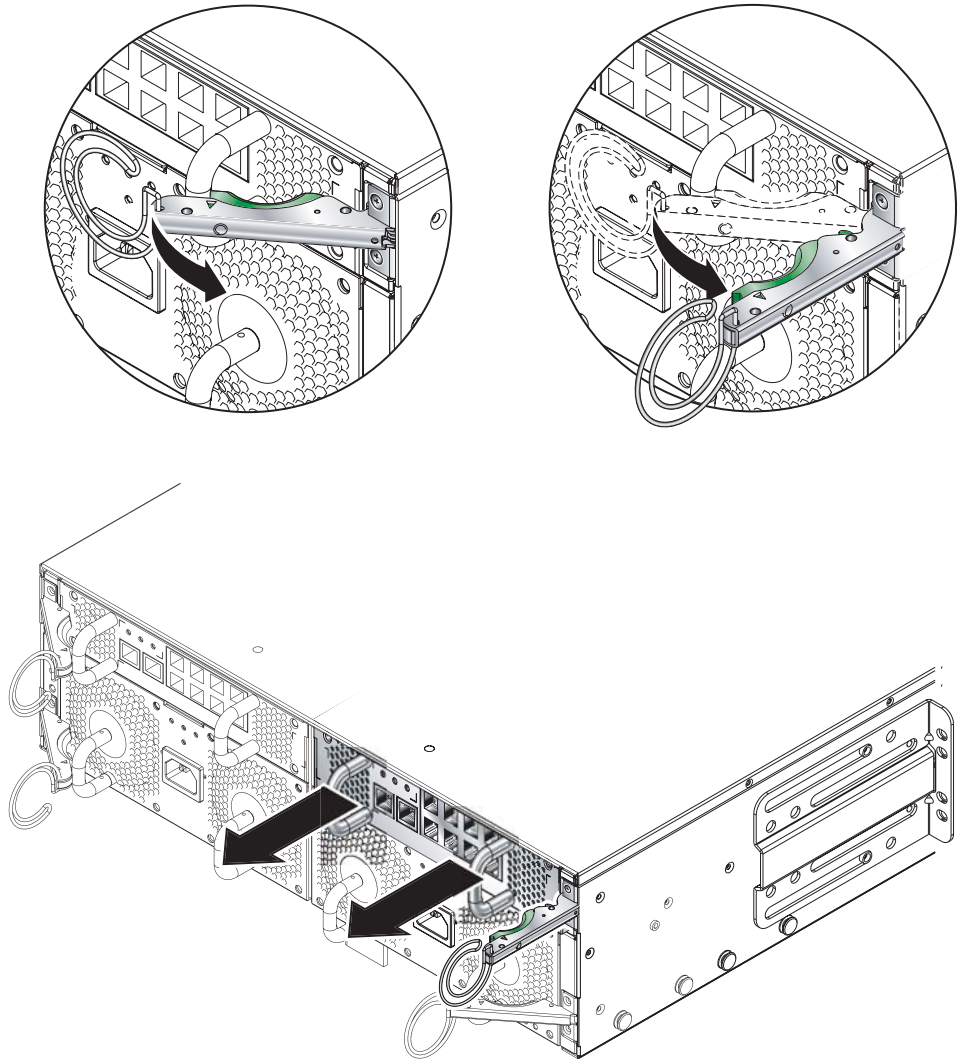

FIGURE 12-7 Dispositif d'éjection de l'unité commutateur / contrôleur système
3. Appuyez sur le dispositif d'éjection vert de l'unité commutateur / contrôleur système pour le déverrouiller, puis poussez le levier vers vous pour déconnecter l'unité commutateur / contrôleur système du châssis (FIGURE 12-7).
4. Vérifiez que le dispositif d'éjection est totalement ouvert et retirez l'unité commutateur / contrôleur système (FIGURE 12-7).